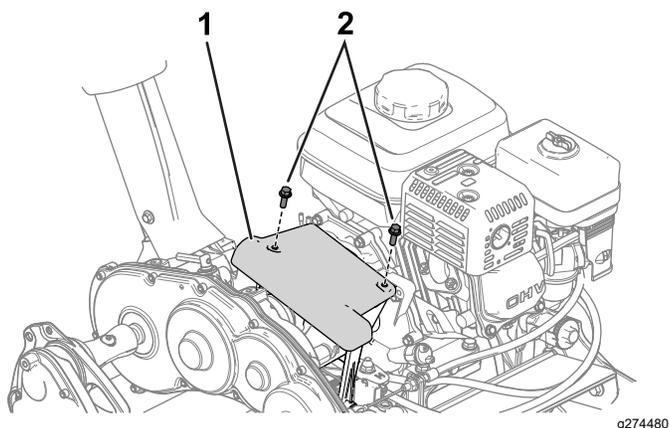

Figura 29
1. Accedete al disco di attrito e alla piastra di pressione rimuovendo il coperchio della frizione (Figura 29).